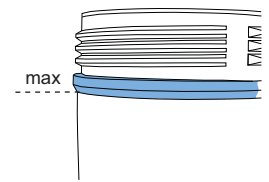

Abb. 7
- Strahlmittel nur bis zur max. Füllhöhe einfüllen (Abb. 7)